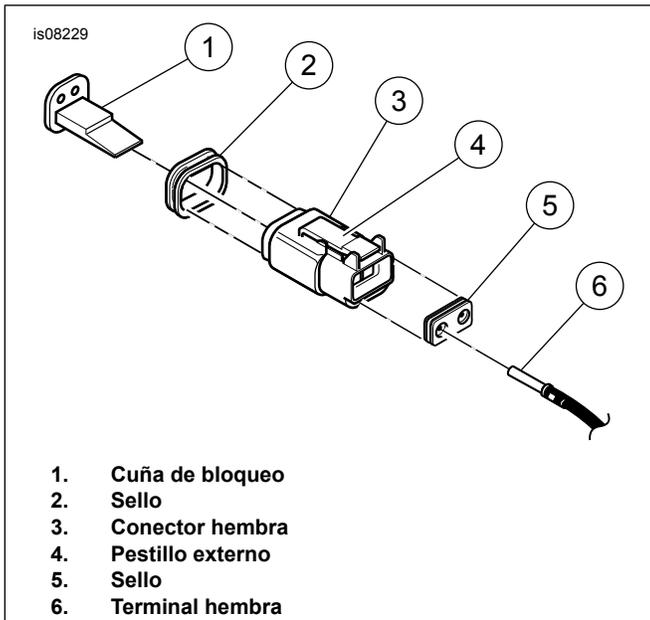

Figura 7. Conector eléctrico de la señal de giro trasera
Vea Figura 7. Los modelos de 1994 y 1995 tienen un conector Deutsch debajo del asiento.
2. Vea Figura 7. En los modelos de 1994 y 1995, siga los cables de la señal de giro trasera hasta los dos conectores ubicados debajo del asiento. Separe las mitades hembra de los conectores de la señal de giro trasera, presionando el pestillo externo de cada conector y moviendo la mitad hembra hacia adelante y hacia atrás hasta que quede libre. Deje conectadas las mitades macho de los conectores a la estructura. Quite la cuña secundaria de bloqueo color naranja de cada conector, insertando la hoja de un destornillador pequeño en la ranura de la cuña de bloqueo. Gire el destornillador 90 grados para hacer saltar la cuña. Suavemente saque los cables de cada conector, mientras libera las pequeñas lengüetas de bloqueo en el interior del conector, usando un destornillador pequeño de hoja plana.